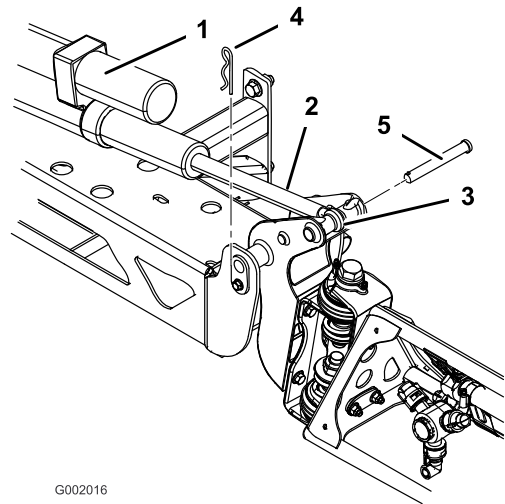

Bild 36
2. Nehmen Sie den Splint vom Gelenkstift ab (Bild 36).
3. Heben Sie das Spritzgestänge an und nehmen Sie den Stift ab (Bild 36). Senken Sie das Spritzgestänge langsam auf den Boden ab.
6. Heben Sie das Spritzgestänge an, um das Gelenk mit der Aktuatorstange auszurichten. Halten Sie das Spritzgestänge fest und stecken Sie den Stift durch das Gelenk des Spritzgestänges und die Aktuatorstange (Bild 36).